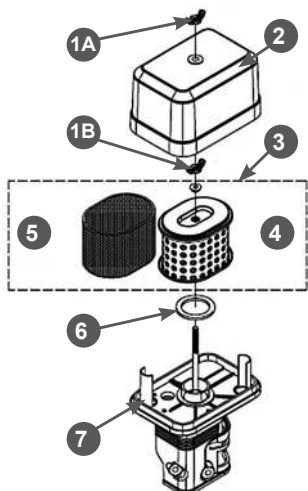

Рис. 25. Обслуживание воздушного фильтра
1. Открутите барашковую гайку 1А и снимите крышку 2 воздушного фильтра (Рис. 25).
2. Открутите барашковую гайку 1В и извлеките из корпуса воздушный фильтр 3 в сборе (Рис. 25).
3. Проверьте целостность и чистоту фильтрующих элементов. Поролоновый (предварительный) фильтрующий элемент 5 установлен на корпусе бумажного фильтрующего элемента 4 (Рис. 25).
4. При незначительном загрязнении промойте поролоновый фильтрующий элемент 5 (Рис. 25) теплым мыльным раствором и просушите. Поврежденный или сильно загрязненный поролоновый фильтрующий элемент замените.
6. Произведите очистку крышки 2 и корпуса 7 воздушного фильтра (Рис. 25), не допуская попадания пыли и грязи в воздухопровод, ведущий к карбюратору.
8. Перед установкой воздушного фильтра 3 убедитесь, что уплотнительное кольцо 6 воздушного фильтра находится на месте и не имеет повреждений (Рис. 25).